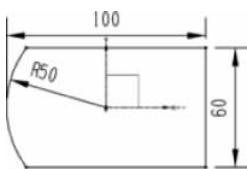
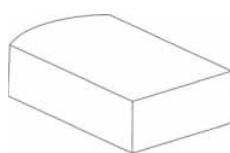

图 3-27 绘制截面(一)
图 3-28 创建实体
- (1) 启动 NX 10.0, 单击“新建”按钮 , 在【新建】对话框中输入“名称”为“anjian.prt”, “单位”选“毫米”, 选取“模型”所在行, 单击“确定”按钮, 进入建模环境。
- (2) 单击“拉伸”按钮 , 以 XY 平面为草绘平面, 创建一个草图, 如图 3-27 所示。
- (3) 单击“完成草图”按钮 , 在【拉伸】对话框中指定矢量选“ZC ↑”, 开始距离为 0, 结束距离为 25mm, “拔模”选“从起始限制”, “角度”为 2°。
- (4) 单击“确定”按钮, 创建一个实体, 在屏幕上方单击 , 切换视图后如图 3-28 所示。